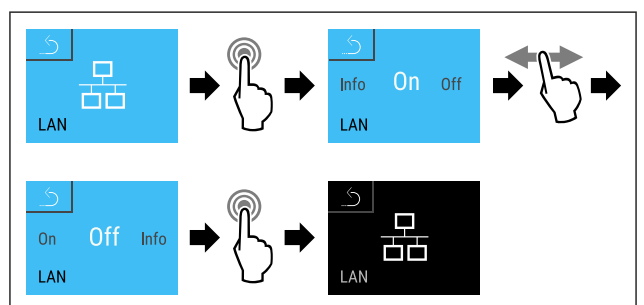

Fig. 128
- ▶ Efectuați pașii de acțiune (vezi Fig. 128).